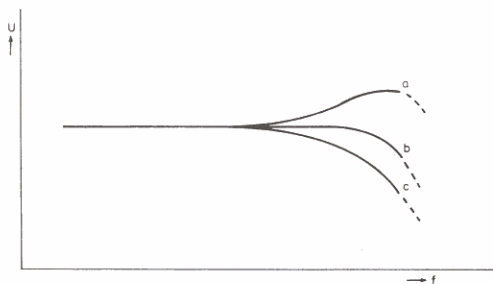

Fig. 18
- Het verloop boven de 6300 Hz dient ongeveer overeen te komen met de in Fig. 18 weergegeven karakteristiek b waarbij de naband vervorming ≤ 3 % bij 1 kHz (100 % modulatie) moet zijn. Wanneer de hoge frekwenties te veel worden verzwakt (Fig. 18c) is de voormagnetisatiestroom te laag, zijn de hoge frekwenties te sterk (Fig. 18a) en/of is vervorming hoorbaar dan is de voormagnetisatiestroom te hoog.